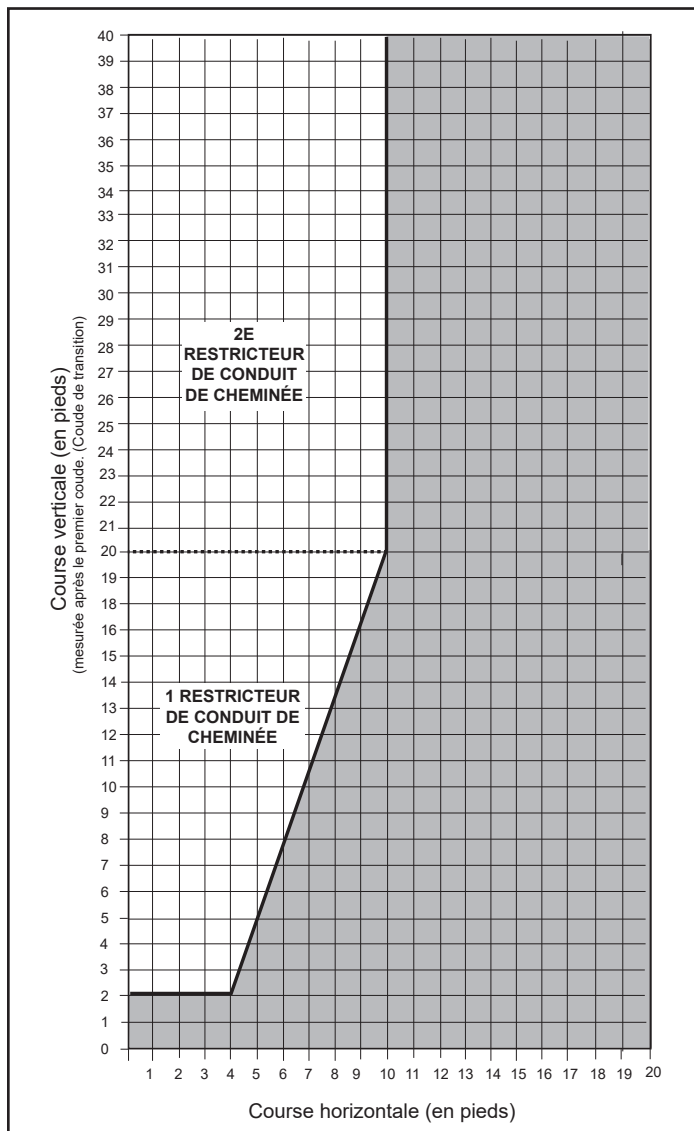

Figure 2.9 – Fenêtre de sortie de ventilation verticale.
- La hauteur de la sortie doit être conforme au dégagement de toit, comme indiqué à la figure 2.9.